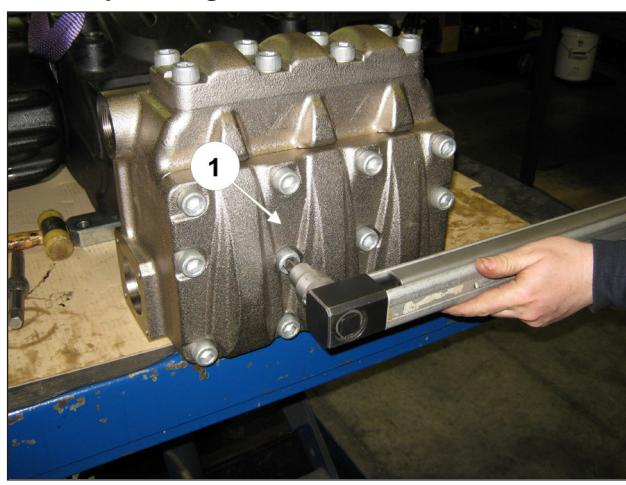

Fig. 149
Aperte os 6 parafusos M16x200 a partir dos 4 parafusos internos, de forma transversal; em seguida, continue com os dois parafusos externos, sempre apertando de modo transversal (pos. ①, Fig. 149).